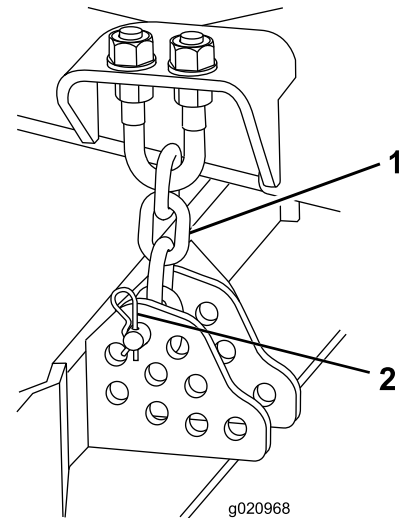

Figura 16
9. Retire el pasador de horquilla y el pasador que fijan las cadenas de ajuste de la altura de corte a la parte trasera de la carcasa de corte (Figura 16).